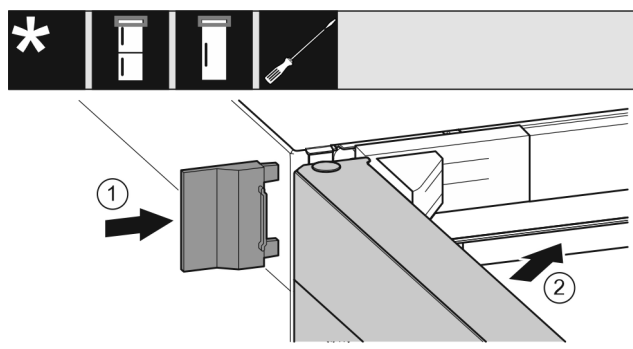

Fig. 22
- ▶ Sæt den udvendige afdækning på. Fig. 22 (1)
- ▶ Luk den øverste dør. Fig. 22 (2)